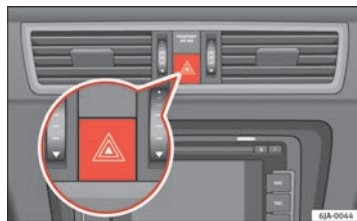

Fig. 58 Quadro strumenti: interruttore lampeggio di emergenza
- Il lampeggio di emergenza si accende e si spegne premendo il tasto $\triangle$ $\Rightarrow$ fig. 58.